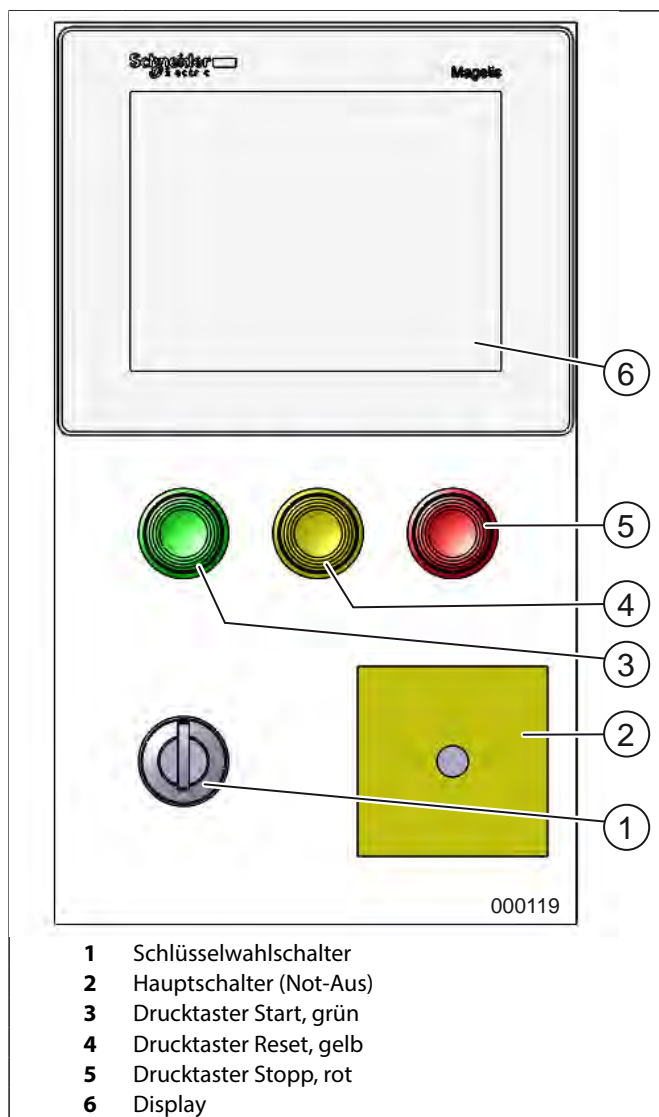

Abb. 8 Bedienungselemente
1. Not-Aus-Leiste (Abb. 7) am Shredder-Tisch entriegeln (Leiste herausziehen) und Hauptschalter (Abb. 8/2) einschalten (Stellung „1“).
2. Schlüsselwahlschalter (Abb. 8/1) nach rechts drehen.
3. Grünen Startknopf (Abb. 8/3) drücken.
Vier Hauptbildschirme (Abb.8/6) unterstützen Sie bei der Steuerung der Maschine.
Wenn es einmal aus irgendeinem Grunde notwendig sein sollte, die Maschine schnellstmöglich auszuschalten bzw. zu stoppen, so kann dies durch Drücken dieser Not-Aus-Leiste erreicht werden. Zum Wiedereinschalten die Leiste entriegeln (herausziehen) und den Drucktaster Start, grün (Abb. 8/3) drücken.
1. Den Hauptschalter (Abb. 8/2) in Stellung „1“ stellen.
2. Den beigegefügt Schlüssel in den Schlüsselwahlschalter (Abb. 8/1) stecken und nach rechts drehen.
- der Verriegelungsschalter (Abb. 8/1) entriegelt ist (Schlüssel nach rechts drehen),
- der Hauptschalter (Abb. 8/2) eingeschaltet ist (Stellung „1“),